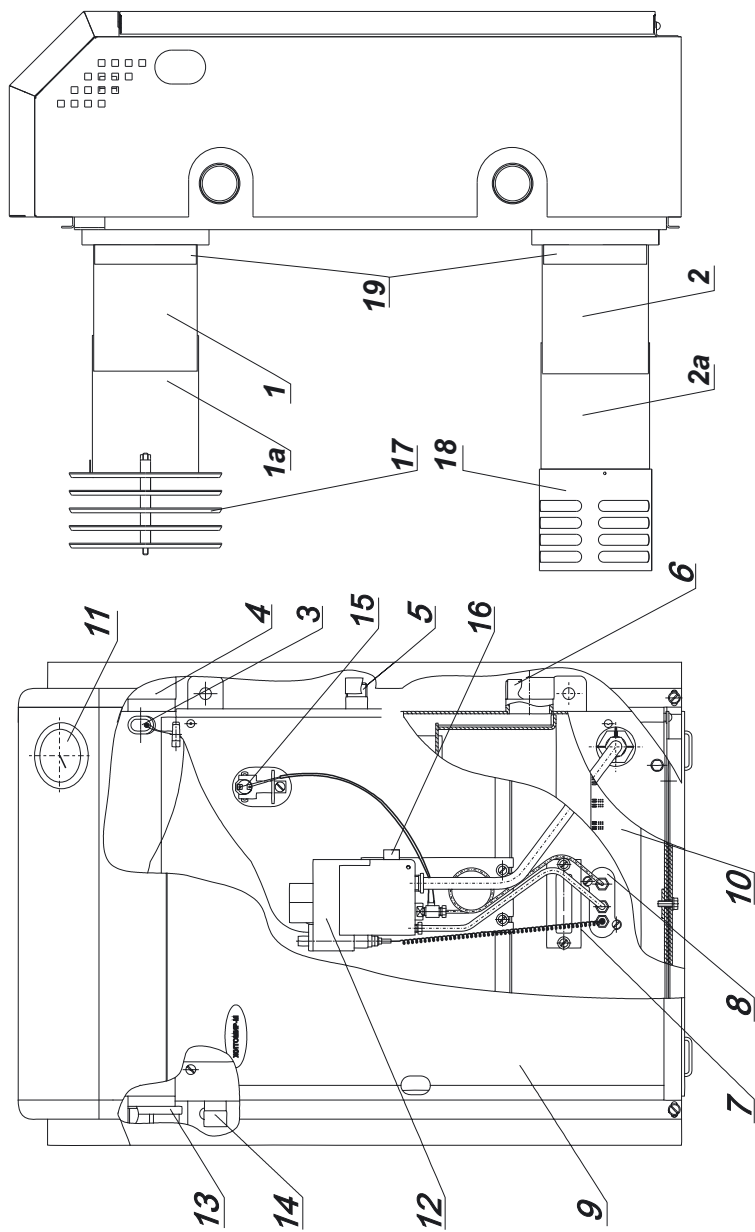

Рис. 1. Устройство котла
6.3.2. Установить кольца соединительные (рис. 1) на аппарат используя шнур базальтовый и зафиксировать гайками с прижимами.
Перед вводом котла в эксплуатацию необходимо залить 10-15 мл машинного масла в стакан корпуса котла (поз.3, рис.1)!